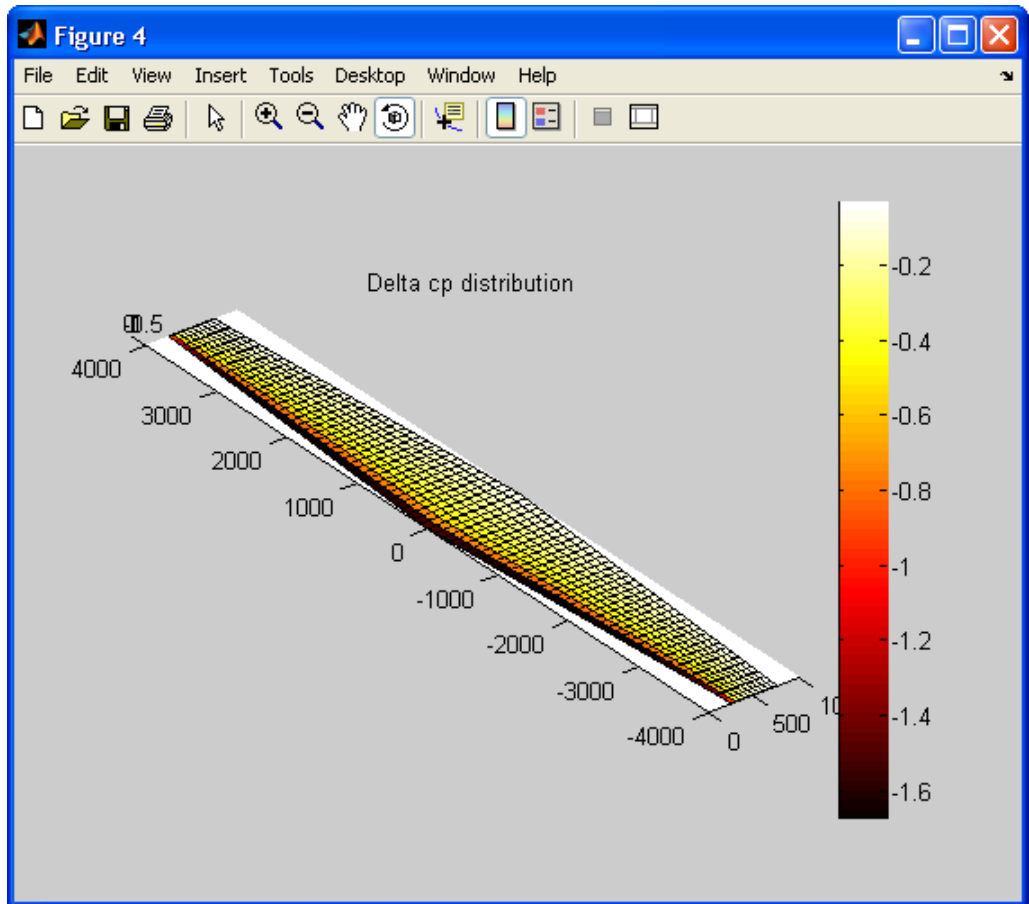

Рисунок 1.19 - Распределение коэффициента давления
8. Распределение коэффициента давления (см. Рисунок 1.19).